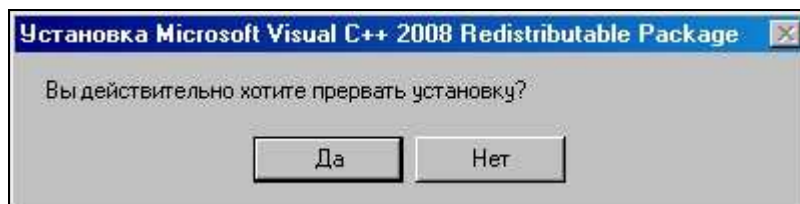

Рисунок 10
2.2.3.4 По нажатию кнопки «Отмена» на любом из этапов процесса установки компонента Microsoft появится предложение прервать установку (см. рисунок 10).